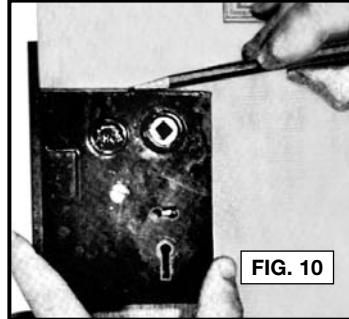

FIG. 10
3. Faites une marque sur le côté de la porte au sommet de la boîte de serrure (Fig. 10). Transférez cette marque sur le bord avant de la porte.